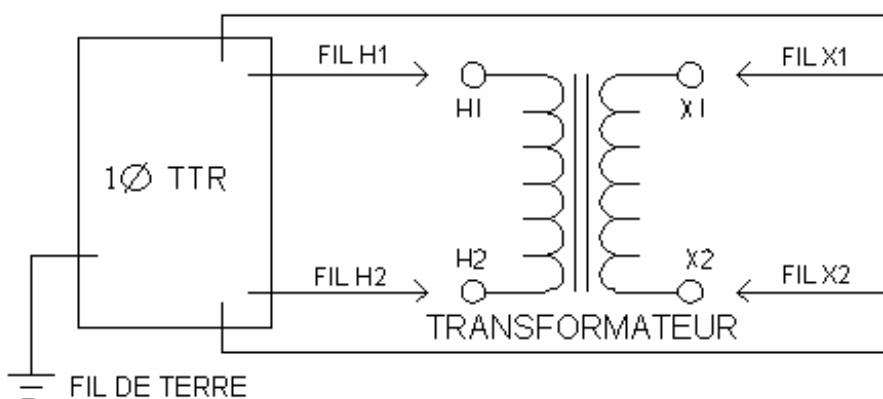
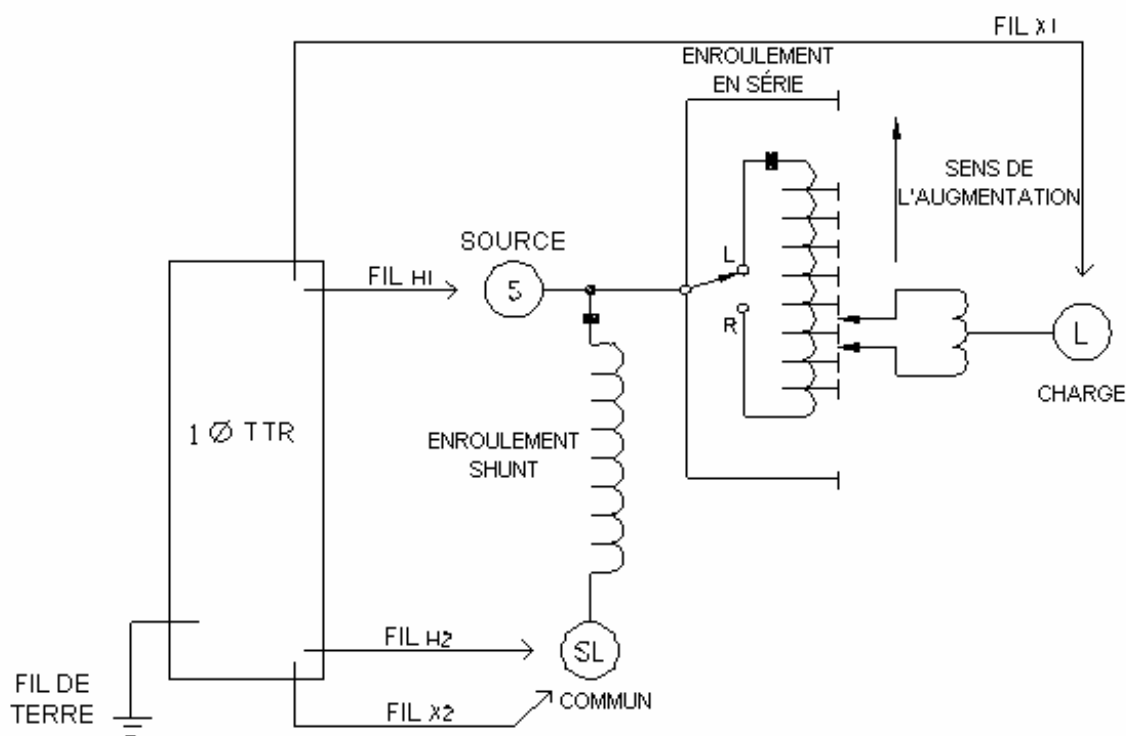

Figure 5-1. Configuration de test d'un transformateur monophasé
Figure 5-3. Configuration de test d'un régulateur de tension progressif monophasé de type A (conception directe)
3. Brancher les pinces marquées X1 et X2 du fil de test aux bornes correspondantes (enroulement basse tension) du transformateur testé. Maintenir la pince X3 loin de la prise de terre et configurer le test. Les figures 5-1- et 5-2 montrent les configurations des tests pour les transformateurs monophasés. Les figures 5-3- et 5-4 montrent les configurations des tests pour les régulateurs. Ces schémas de branchement et d'autres se trouvent dans le TTR100.